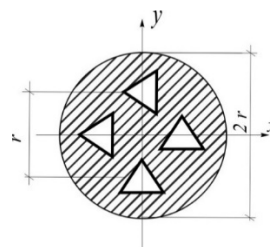

Рис.3.19
**3.18. Найти осевой момент инерции  $I_x$  круга, ослабленного отверстиями в форме равносторонних треугольников со стороной, равной  $r/4$  (рис.3.19).**